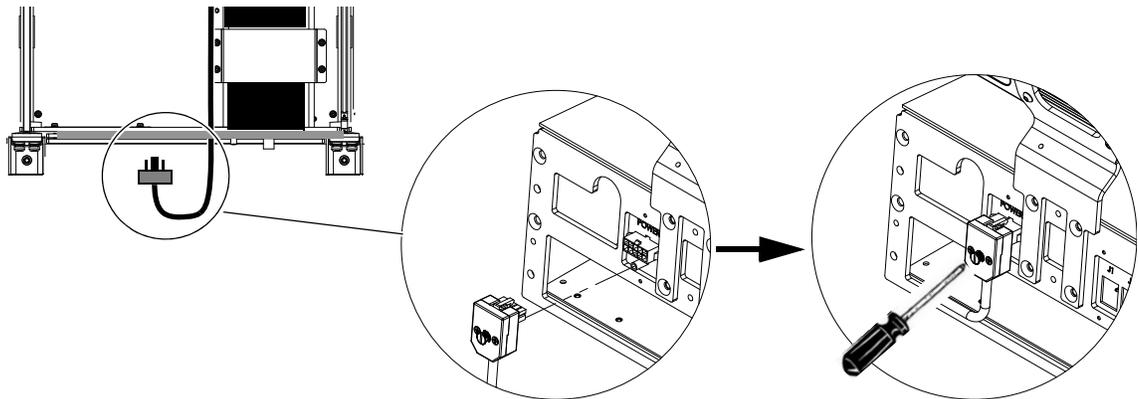

Abbildung 13. Anbringen des Kabelanschlusses an der hinteren Unterlagsplatte
- 2 Verbinden Sie das Kabelende von der Hinterseite des Chassis mit dem Netzanschluss auf der hinteren Unterlagsplatte, wie in Abbildung 13 dargestellt. Verwenden Sie einen kleinen Flachkopf-Schraubendreher, um den Stecker am Endanschluss zu befestigen.